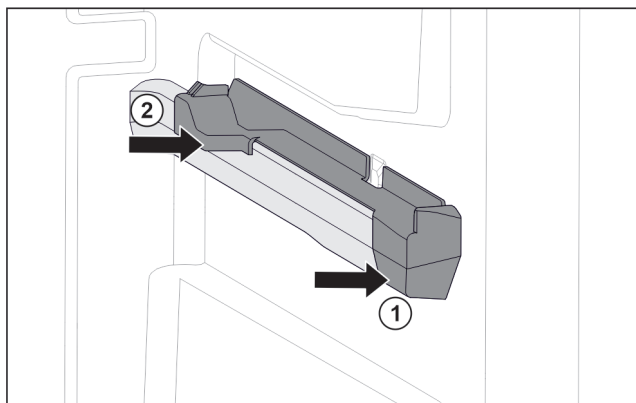

Fig. 108 Element nasadzany na prawym zębrze pojemnika
- ▶ Umieścić element nasadzany z przodu na zębrze pojemnika. Fig. 108 (1)
- ▶ Docisnąć element nasadzany z tyłu. Fig. 108 (2)